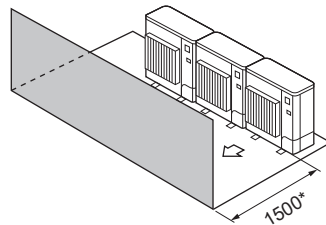

Fig. 2-15
- (3) Kun forhindringer foran (Fig. 2-15)